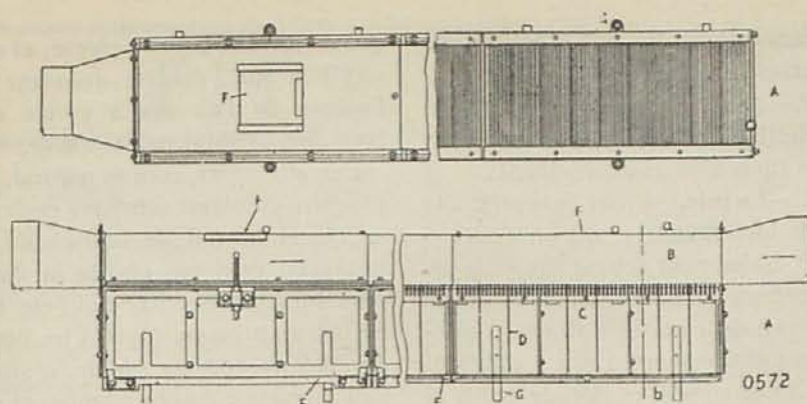

Fig. 21.—Construcció de la caixa de pols
- 5.—Acció de la caixa de pols presa d'A o B (fig. 21).